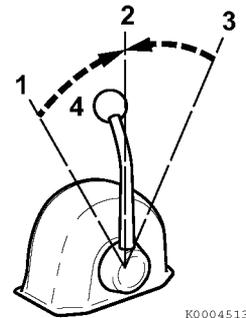

Figure 2
Usare la leva dell'acceleratore (**Figure 2, (4)**) per accelerare e decelerare. Muovere la leva lentamente.
2. Quando si sposta la leva da **AVANTI** (**Figure 2, (1 o 3)**) a **INDIETRO** (**Figure 2, (3 o 1)**), portare la frizione su **FOLLE** (**Figure 2, (2)**) e attendere prima di passare gradualmente alla posizione desiderata. Non cambiare **MAI** di colpo da **AVANTI** a **INDIETRO** o viceversa.